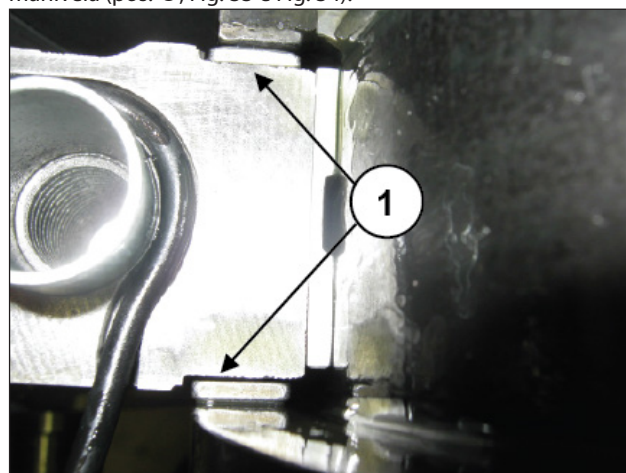
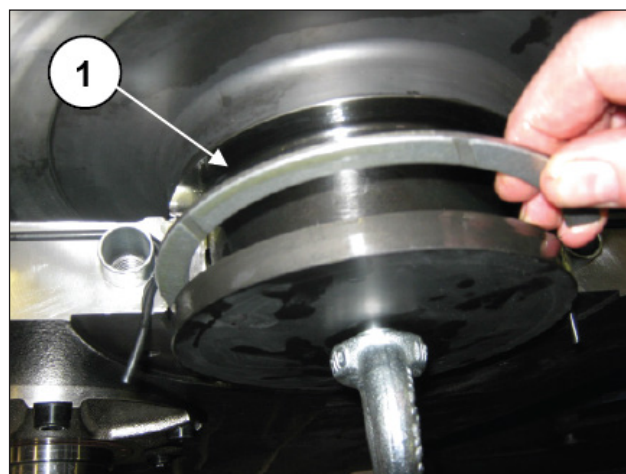

Fig. 33
Fig. 34
Remova os dois semi-anéis de ombro axial do eixo de manivela (pos. ①, Fig. 33 e Fig. 34).